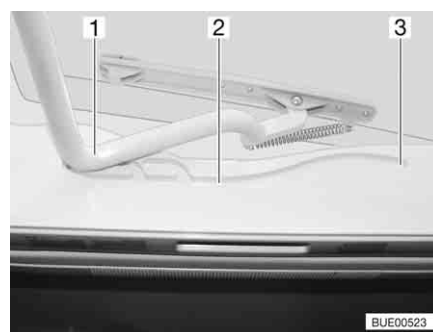

Fig. 105 Oblò Heki, guida
- Tirare la staffa (Fig. 105,1) nelle guide (Fig. 105,2) fino alla posizione più all'indietro (Fig. 105,3).
- Spingere la staffa (Fig. 105,1) leggermente verso l'alto con ambedue le mani.
- Tirare la staffa nelle guide (Fig. 105,2) fino alla posizione desiderata.